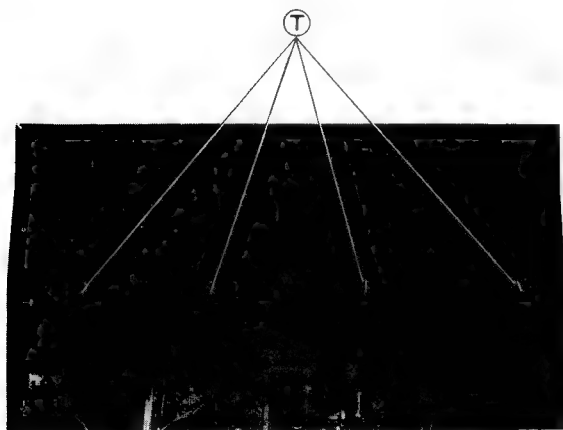

Fig. 16 Abb. 16
2. Remove the back cover and detach the tube board. Remove the 4 screws (T) as shown in fig. 16, then slide upwards and remove the pressboard plate. Slide the main chassis towards you about 20 cm then lift the back side of the chassis until it remains in a stable position.
2. Die Geräte rückseite abnehmen, und die Röhrenplatte entfernen. Die vier 4 Schrauben (T) entfernen, wie in Abb. 16 gezeigt, und anschließend die Spanholzplatte nach oben schieben und entfernen; das Hauptchassis ca. 20 cm gegen sich ziehen und die Rückseite des Chassis anheben, bis es in stabiler Position bleibt.